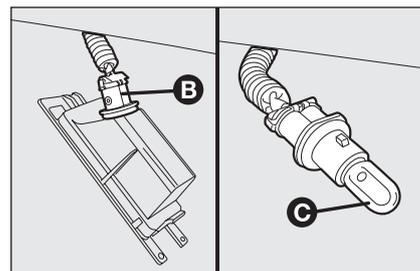

fig. 35
- ruotare in senso orario il portalam-pada **B-fig. 35**;